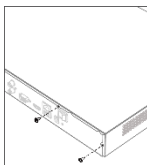

Abbildung 2-4
Schritt 1: Lösen Sie die Schrauben am Gehäusedeckel, um die Abdeckung zu entfernen. Siehe Abbildung 2-4.